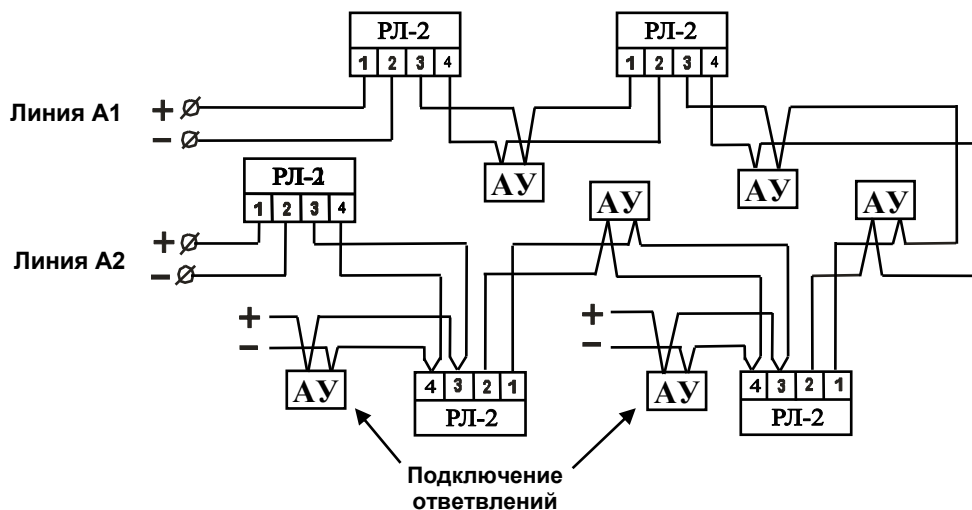

Рис.9. Защита адресной линии от короткого замыкания с помощью размыкателей линии.
6.2.3. Для локализации коротких замыканий в кольцевой адресной линии, а также для подключения ответвлений необходимо использовать размыкатели линии РЛ-2 (рис.9). Размыкатели отключают короткозамкнутые участки линии и автоматически восстанавливают ее целостность при исчезновении короткого замыкания.